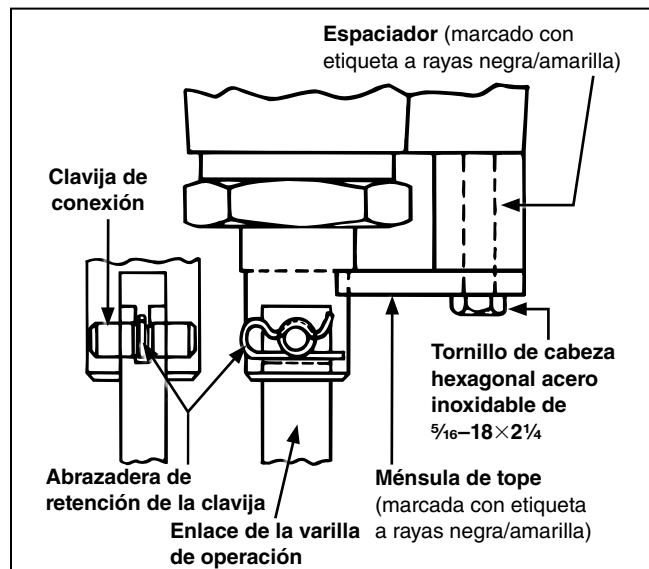

Figura 17. Conexión del interruptor al enlace de la varilla de operación.
- (h) Insertar el pasador de conexión retenido en el Paso 3(c) en la página 19 en el enlace de la varilla de operación y el acoplamiento. Ver Figura 17. Afloje el tornillo de acero inoxidable de cabeza hexagonal de $\frac{5}{16}$ -18 \times 2 $\frac{1}{4}$ pulgadas indicado en la Figura 17 y retírelo aproximadamente $\frac{1}{8}$ de pulgada (3 mm) para poder insertar el pasador de conexión. **No quite el tornillo de la ménsula de tope en este momento.**
- (i) Colocar el clip de retención para pasador como se indica en la Figura 17. Asegurarse de que se coloca en la posición indicada.
- (j) Retire y deseche el tornillo de acero inoxidable de cabeza hexagonal de $\frac{5}{16}$ -18 \times 2 $\frac{1}{4}$ pulgadas, la ménsula de tope (marcada con rayas amarillas y negras) y el espaciador (marcado con rayas amarillas y negras) como se ilustra en la Figura 17.
- El acoplamiento del interruptor se ha conectado a su enlace varilla de operación aislada (Ver Figura 17 en la página 20.)